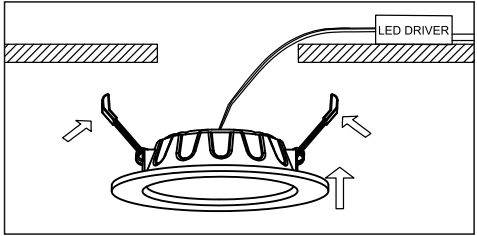

Рис. 3
- 5.14 Прижмите пружинные клипсы к корпусу светильника, правильно вставьте светильник в установочное отверстие, убедитесь, что он установлен правильно (рис. 3 и 4).